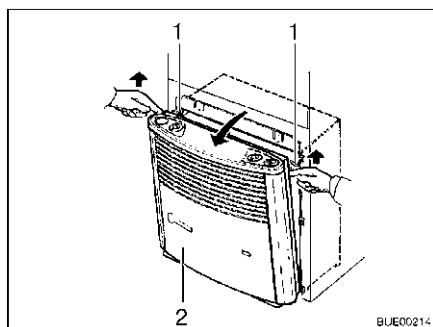

Fig. 125 Retirer habillage du chauffage
- Enlever l'habillage du chauffage (Fig. 125,2). Pour ce faire, tirer le haut de l'habillage vers l'avant, presser les ressorts de retenue (Fig. 125,1) latéralement vers le haut et rabattre l'habillage vers l'avant.